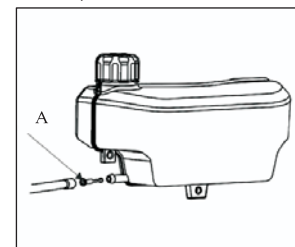

Fig.14
3. Coloque de nuevo el filtro de combustible (A) y la línea de combustible (consulte la Fig. 14).